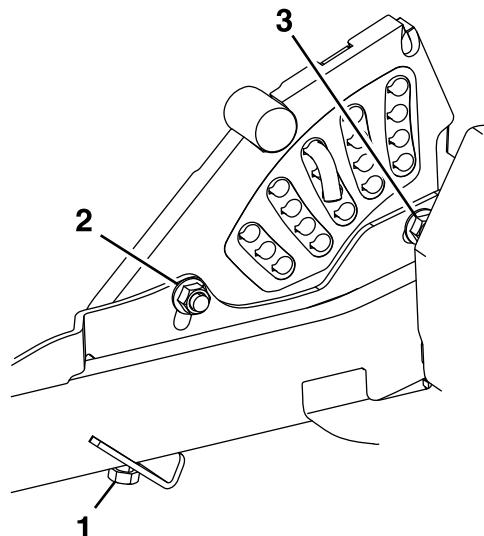

Рисунок 78
11. Якщо 4 регулятора кожуха недостатньо відрегульовані для досягнення точної висоти скошування за допомогою необхідного кута ухилю, ви можете відрегулювати систему з однієї точки (Рисунок 78).
12. Щоб відрегулювати систему з однієї точки, спочатку ослабте передній та задній болти кріплення пластини висоти різання (Рисунок 78).
14. Затягніть 2 болти на нижній частині пластини висоти різання (Рисунок 78).